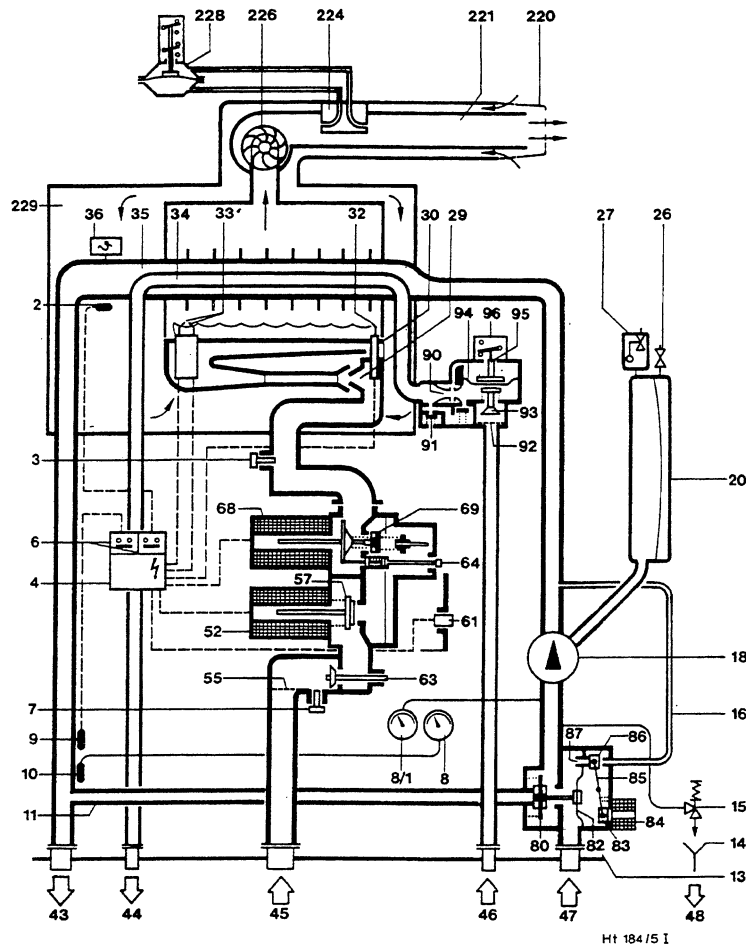

Fig. 31 Caldaia combinata ZWR
Un eventuale aumento della capacità del vaso di espansione è possibile ottenerla diminuendo la pressione del vaso stesso fino a 0,5 bar, per mezzo della valvola (fig. 31 e 32), pos. 26).